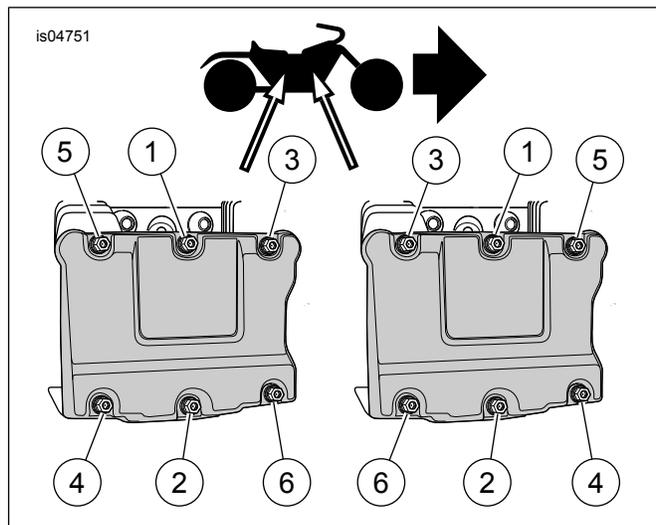
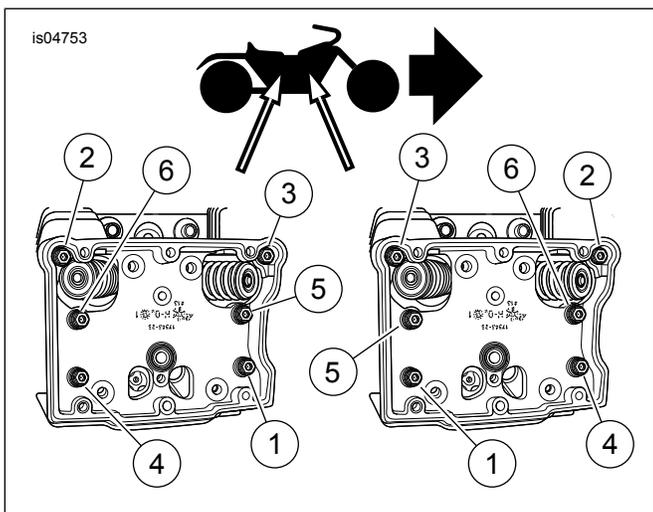

Abbildung 2. Sechs KIPPHEBELDECKELSCHRAUBEN in der abgebildeten Reihenfolge lockern.
Abbildung 5. Sechs KIPPHEBELGEHÄUSESCHRAUBEN in angegebener Reihenfolge lockern.
1. In der Explosionsdarstellung in Abbildung 6 sind alle **Legendennummern** angeführt, auf die in den Schritten 3 bis 15 Bezug genommen wird. Die Ausbaueinheiten werden in Abbildung 2 bis Abbildung 5 dargestellt. Abwechselnd die sechs Kipphebeldeckelschrauben (1) wie in Abbildung 2 gezeigter Reihenfolge lösen. Die Kipphebeldeckelschrauben entfernen und entsorgen.
11. Den O-Ring (11) aus der Nut, die die Entlüftungsleitblechöffnung im Kipphebelgehäuse umgibt, entfernen und **entsorgen**.
12. Abwechselnd die sechs Kipphebelgehäuseschrauben wie in Abbildung 5 gezeigter Reihenfolge lösen. Die Kipphebelgehäuseschrauben ausbauen und für den Wiedereinbau aufbewahren.